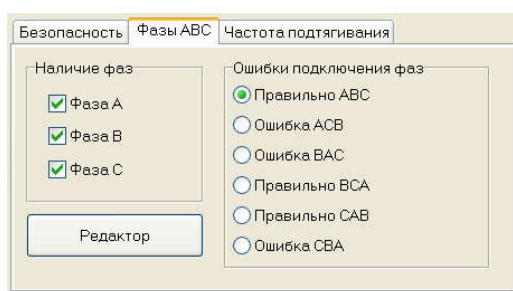

Рисунок 38 – Вкладка "Фазы ABC"
- В области **Тестирующее устройство** перейти на вкладку **Фазы ABC** (Рисунок 38).
- На вкладке **Ручная проверка ЛК** главного окна программы открыть вкладку **Фазы ABC** (Рисунок 38). При этом на вкладке **Ошибки подключения фаз** должен быть отмечен пункт **Правильно ABC**. Если этот пункт не отмечен, то стоит щелкнуть по нему левой клавишей мыши, а затем нажать кнопку **Сброс** в области **Лифтовой контроллер** (Рисунок 47).